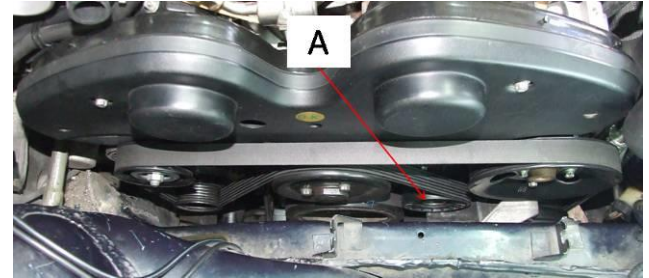

Figure 19
- Mettre en place la courroie d'accessoires : la faire passer sur chaque poulie sauf celle de pompe à eau. En détendant le galet tendeur à l'aide d'une clé de 15, faire glisser la courroie sur la poulie de pompe à eau. Laisser alors le tendeur revenir dans sa position et vérifier le bon cheminement de la courroie, Figure 19.